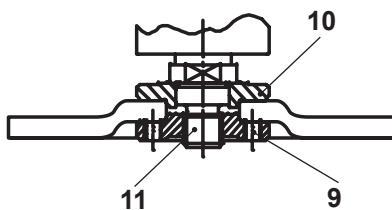

Fig. 15
- Discos grossos (> 4 mm) com o centro curvado: coloque a parte saliente do flange de aperto em direção ao disco (Fig. 15).